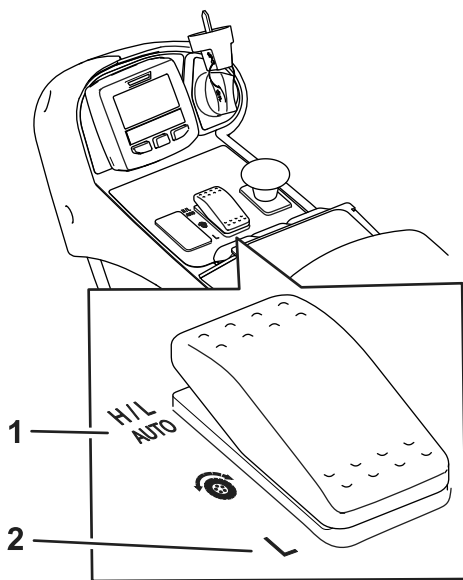
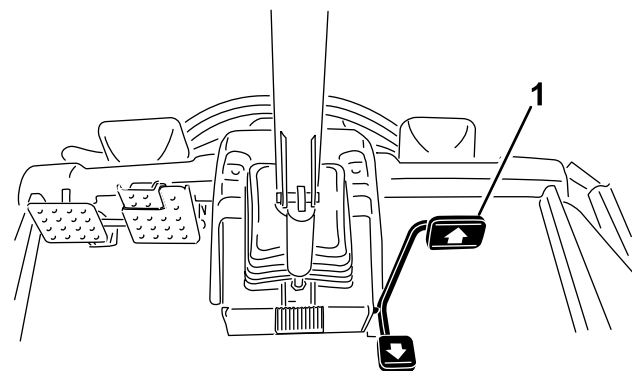

図 25
図 26
- このマシンは、通常の運転条件下では、速度レンジ設定を H/L AUTO にして使用するを前提にしております (図 25)。この設定で使用すると、移動走行しているか刈り込みをしているかをマシンが自動的に判別して高速レンジと低速レンジを自動的に使い分けます。
- Low 位置速度レンジスイッチ 図 25 の低速レンジ設定では、マシンは常に低速レンジで動作します。整備場内での移動、トレーラへの積み下ろし、急斜面の登り降りなど、大きな力が必要な場面でお使いいただくと便利です。
このマシンには、低速走行レンジと高速走行レンジという2つの速度レンジがあります。切り替えスイッチにより、以下のモードを選択することができます (図 25)
走行ペダルを一杯に踏み込んだ時の最大速度を設定することができます(図 26)。ローレンジ用とハイレンジ用に別々の最大速度を設定できます(図 25)。